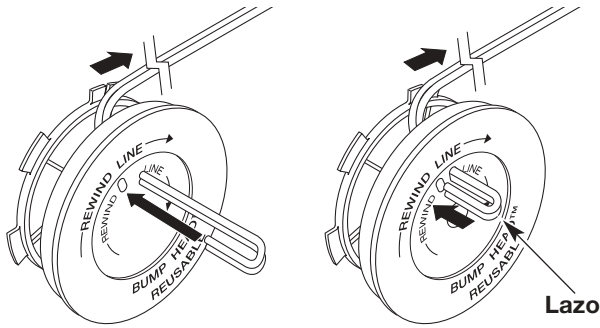

Fig. 18
9. Inserte el extremo de la línea en el orificio abierto del carrete interior y tire de la línea en forma ajustada a fin de que el lazo sea lo más pequeño posible (Fig. 18).